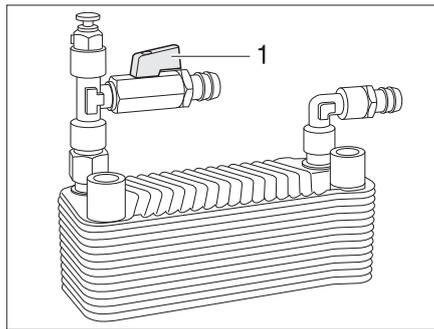

Bild 250 Wärmetauscher Alde
*Anstellen:* ■ Griff (Bild 250,1) des Abstellhahns parallel zur Rohrleitung stellen.
*Abstellen:* ■ Griff (Bild 250,1) des Abstellhahns quer zur Rohrleitung stellen.